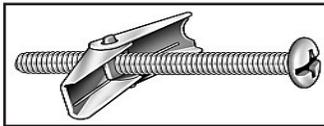

Figure 4.9 Boulon d'ancrage à ailettes de 4,8 mm (3/16 po)
- Pour chaque trou de fixation qui ne s'aligne pas avec un élément de charpente, un boulon d'ancrage à ailettes pour panneau mural doit être utilisé. Voir la figure 4.9.